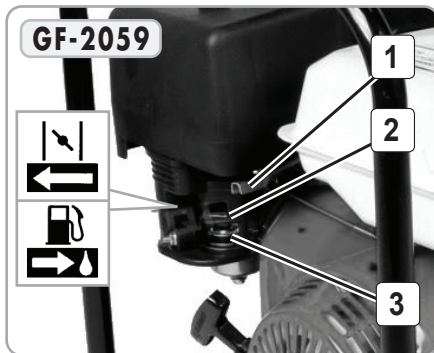

Fig.11
- Treceti maneta supapei de combustibil pe pozitia deschis(spre dreapta). Maneta de combustibil deschide sau inchide circuitul dintre rezervorul de combustibil si carburator (Fig.11);